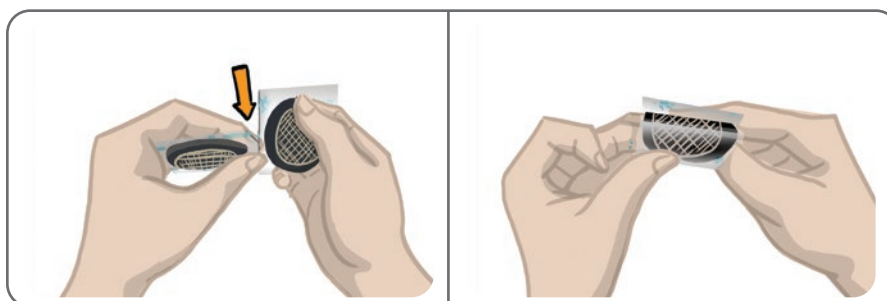

Figure 8-2 : Séparation des électrodes hydrogel et ouverture des protections en deux parties
2. Déchirez l'enveloppe des deux électrodes hydrogel neuves le long de la ligne perforée. Reportez-vous à la figure 8-2.
3. Retirez les protections en deux parties de chaque électrode et jetez-les. Reportez-vous à la figure 8-2.